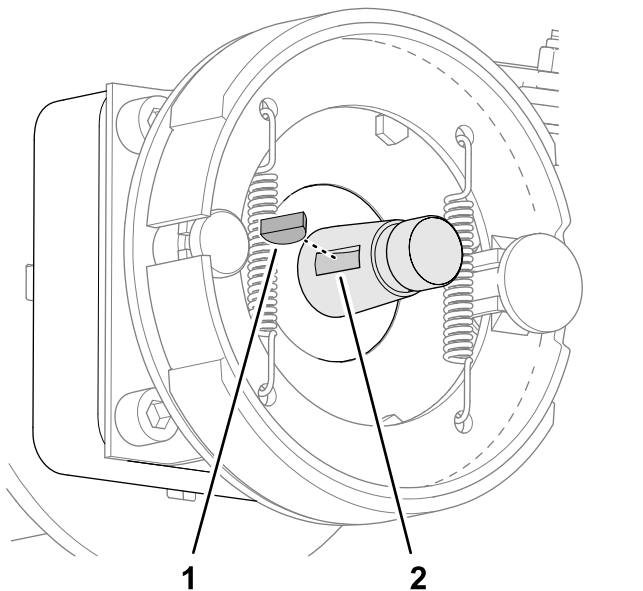

Figure 83
2. Insérez la clavette demi-lune dans la rainure de l'arbre du moteur de roue (Figure 83).